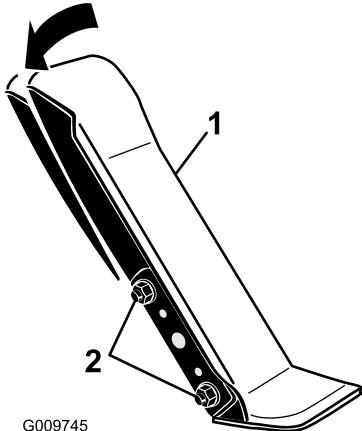

Figure 71
- Desserrez les deux écrous et boulons qui fixent le côté gauche de la pédale de déplacement au support (Figure 71).
- Faites pivoter la pédale à l'angle voulu puis serrez les écrous (Figure 71).